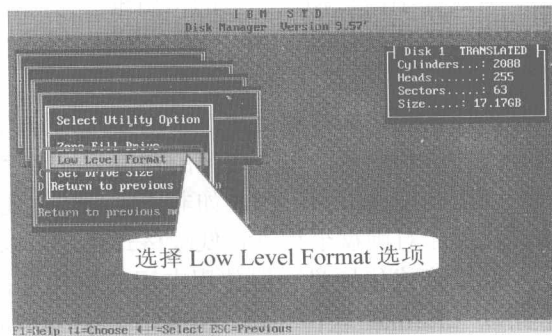

图 8-9 选择 Low Level Format 选项
步骤⑥ 按回车键，按【↓】键选择 Low Level Format 选项，即硬盘低级格式化选项，如图 8-9 所示。